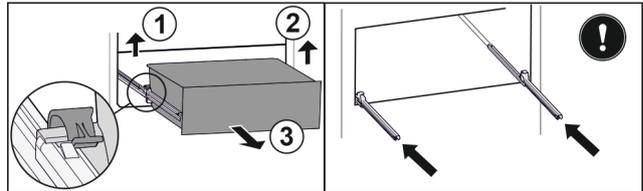

Fig. 38\*
- ▶ Linke Klemme anheben und gleichzeitig das Schubfach links nach vorne ziehen Fig. 38 (1).\*
- ▶ Rechte Klemme anheben und gleichzeitig das Schubfach rechts nach vorne ziehen Fig. 38 (2).\*
- ▶ Schubfach nach vorne entnehmen Fig. 38 (3).\*